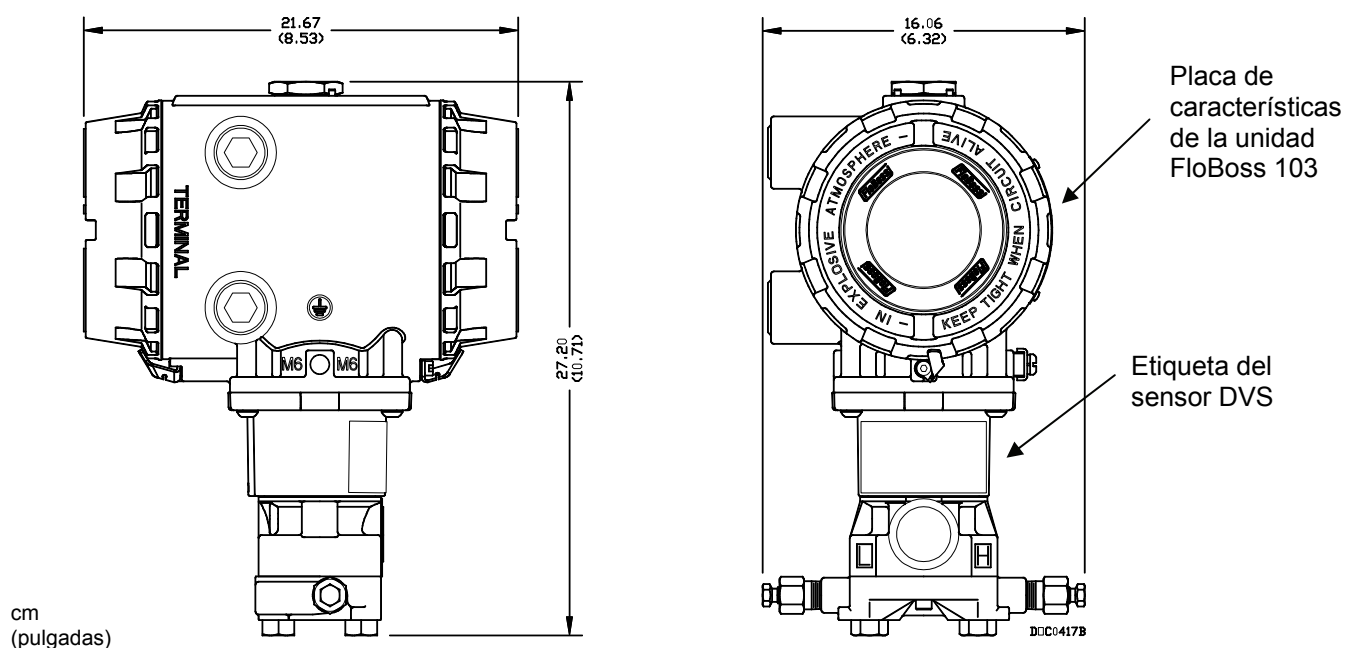

Figura 8. Dimensiones de FloBoss 103
2. Busque un lugar apropiado para su instalación. Cuando se disponga a elegir un lugar para la instalación, verifique todas las distancias. Debe contar con el espacio adecuado para el cableado y el servicio técnico. La pantalla LCD optativa debe ser visible y accesible para el operador responsable de la instalación. Consulte la *Figura 8*.